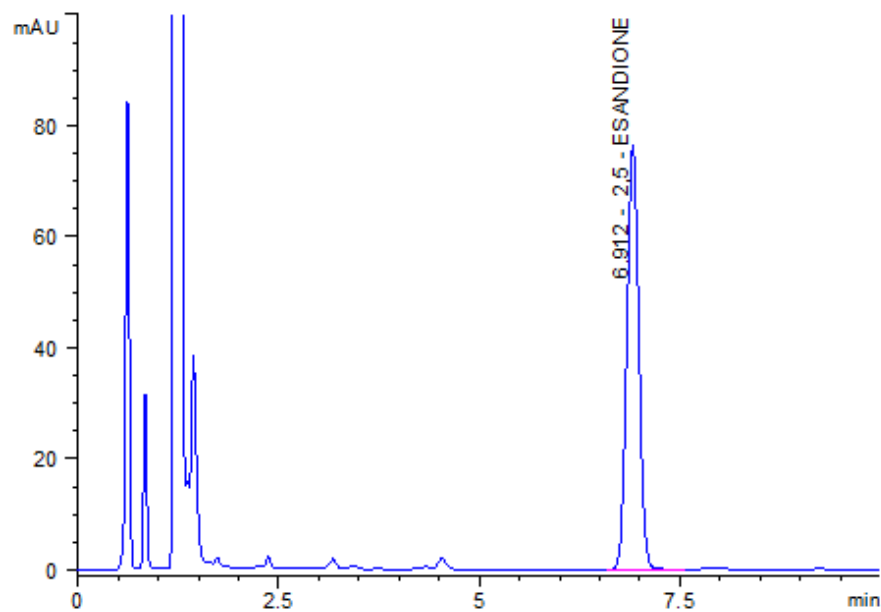

Fig. 1 :	Soluzione Test
- Iniettare 10 µl della soluzione nel cromatografo HPLC ed attendere la stampa del cromatogramma. Verificare che la Sol. Test abbia un tempo di ritenzione simile a quello riportato in fig. 1. Se il Test ha dato esito positivo si può procedere alla seduta analitica. Se così non fosse verificare la funzionalità del sistema analitico.